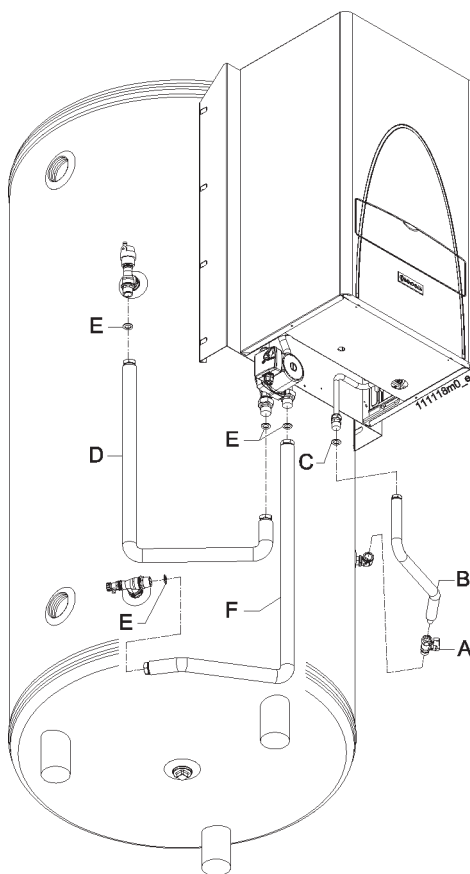

Figura 19 - Collegamento B-WR con BME, BMS, CLS e AXIA
- bollitore B-WR e caldaia serie BME, BMS, CLS e AXIA vedere figura 19;